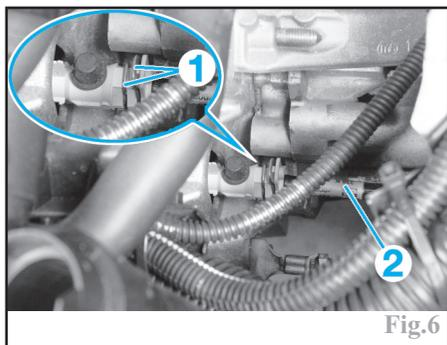

Fig.6
Soulever les 2 agrafes (1) de la canalisation du cylindre récepteur sur la boîte de vitesses (Fig.6).